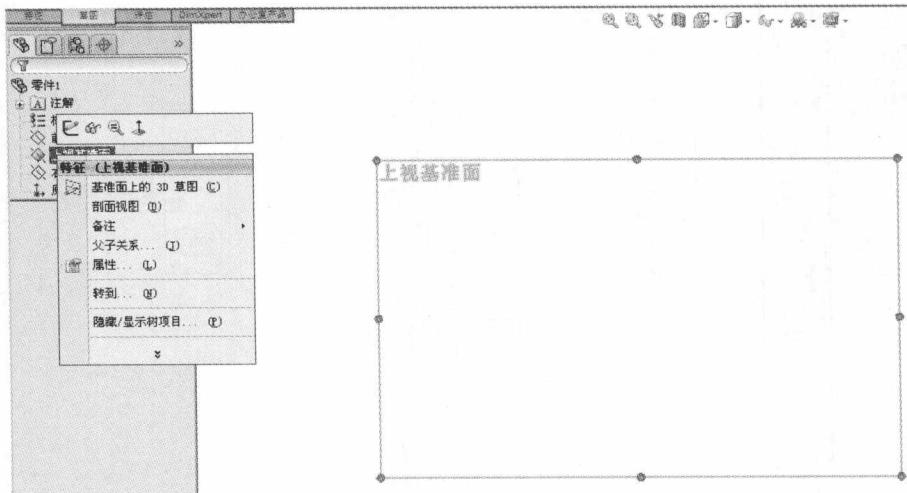

图 1-25 选择上视基准平面
d. 用鼠标右键单击如图 1-25 所示特征管理器中的“上视基准面”，弹出右键菜单，选择“正视于”图标“”，此时绘图区显示如图 1-25 所示“上视基准面”图标。